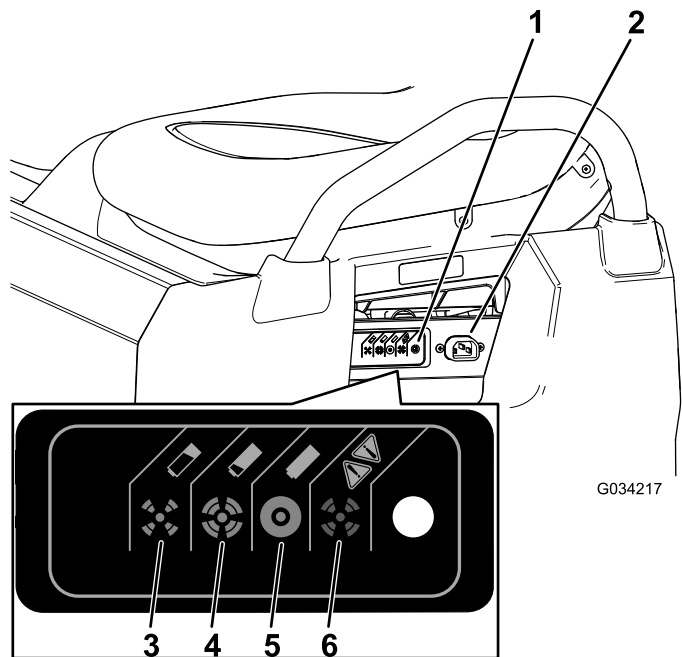

Bild 37
- Schließen Sie ein **16er (oder dickeres) 2,5 m oder kürzeres Ladekabel** an der Ladesteckdose der Maschine an (**Bild 37**).
In der folgenden Tabelle und in Bild 37 finden Sie Informationen über die Bedeutung der verschiedenen Farben der Statuslampe am Ladegerät.